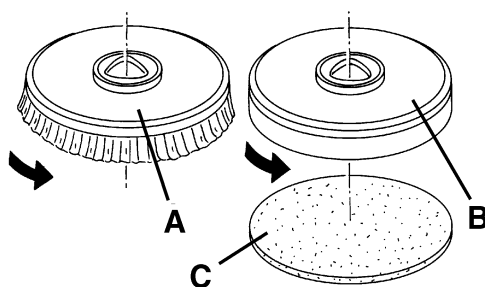

Рис. 2
1. В зависимости от типа планируемой очистки машину можно оснастить либо щеткой (А, Рис. 2), либо держателем прокладок (В) с прокладкой (С) вместе с соответствующей платформой.
2. (Только для **ВА 451D** и **ВА 531D**): Вставьте ключ зажигания (80) и поверните его в положение «0».